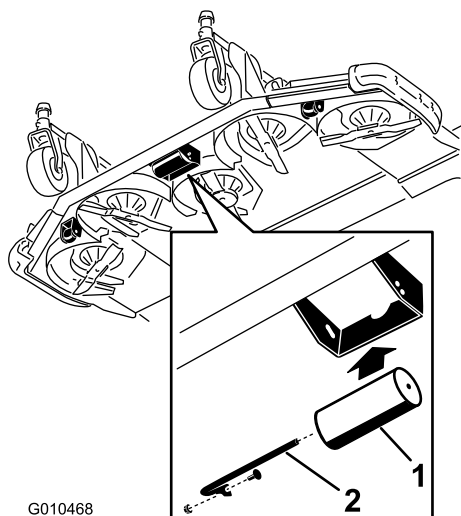

図 32
2. ブラケットの下穴からシャフトを抜き出し、ローラを上穴に合わせてシャフトを取り付ける (図 32)。